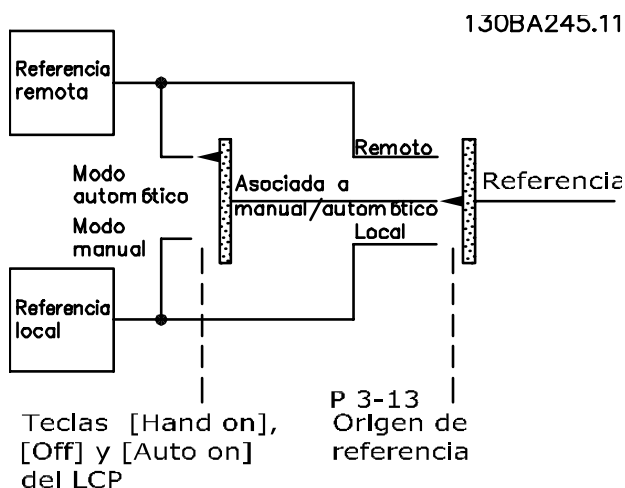

Ilustración 2.13 Referencia activa
- La *Ilustración 2.13* muestra el modo de configuración resultante de la selección de referencia activa, ya sea local o remota.